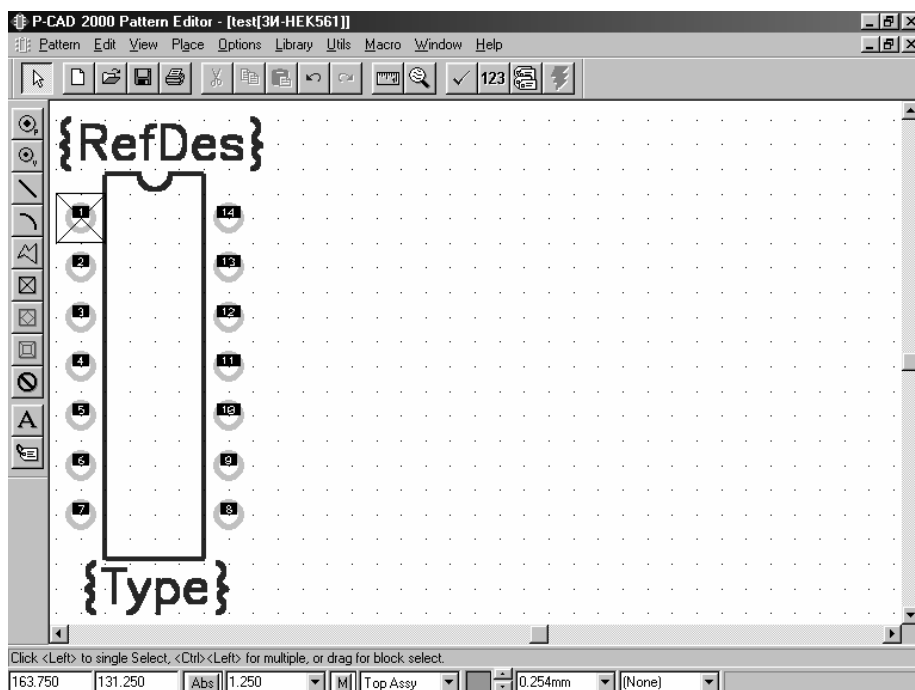

Рис. 19. Окно редактирования корпуса технологического элемента
**Editor** (рис. 19). Здесь его графику можно обычным способом отредактировать и скорректировать атрибуты элемента. В частности, необходимо установить в соответствии с инструкцией, приведенной в прил. Б, стиль текста, равный, например, стилю Part Style, выбрав из набора символов кириллицу. Затем занести элемент в библиотеку по команде **File/Save As**, например, под именем **DIP14**.